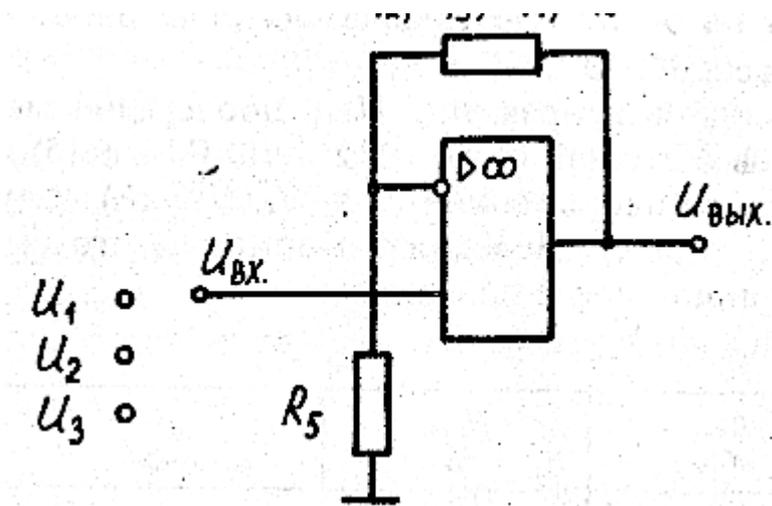

Рис. 2. Схема неинвертирующего усилителя
4. Собрать схему и исследовать работу неинвертирующего усилителя (рис. 2).
10. Исследовать неинвертирующий операционный усилитель, для чего собрать схему (рис. 2).